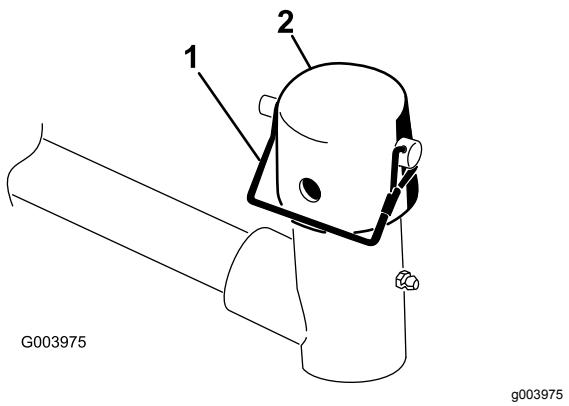

Figura 10
7. Retire o pino de encaixe e tampa da forquilha da articulação do braço de elevação (Figura 10).
11. Prenda a tampa e o veio da estrutura de suporte à forquilha do braço de elevação com o pino de encaixe. Utilize a ranhura se pretender direcionar a unidade de corte ou utilize o orifício se pretender bloquear a unidade de corte na posição (Figura 10).